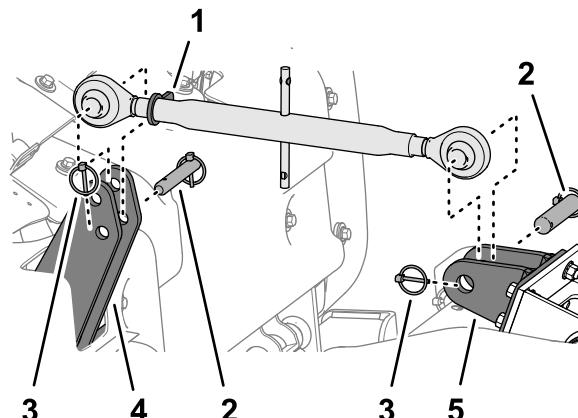

Рисунок 48
3. Снимите шплинт с кольцом и штифт тяги, который крепит верхнюю регулировочную тягу к верхним пластинам сцепки машины (Рисунок 48).
4. Снимите шплинт с кольцом и штифт тяги, который крепит верхнюю регулировочную тягу к кронштейну тяги тягового блока (Рисунок 48).
2. Ослабьте контргайку (Рисунок 48) и поверните верхнюю регулировочную тягу, чтобы снять натяжение между машиной и тяговым блоком.